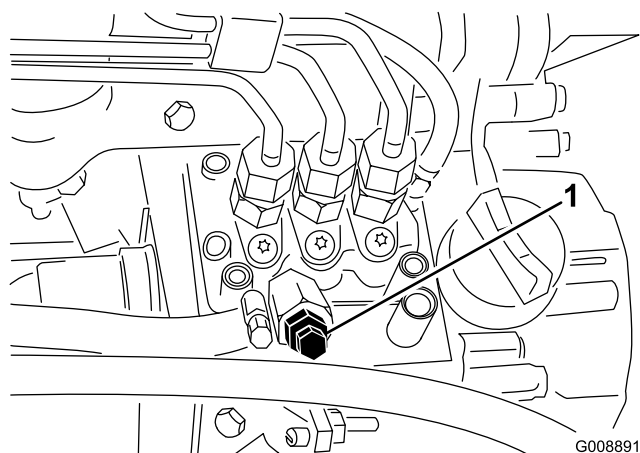

Figure 34
3. Desserrez la vis de purge sur la pompe d'injection (Figure 34).